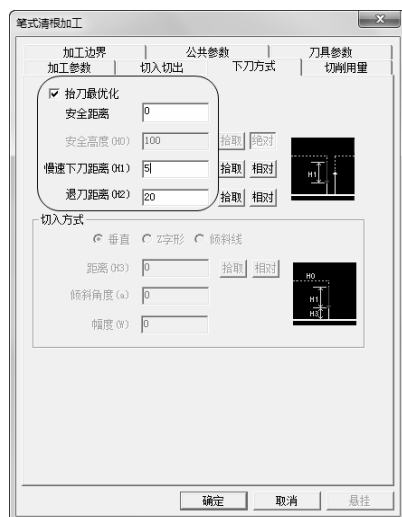

图 3-29 “下刀方式”选项卡
3) 单击“下刀方式”选项卡，勾选“抬刀最优化”，设置“安全距离”、“慢速下刀距离”、“退刀距离”，具体参数数值如图 3-29 所示。